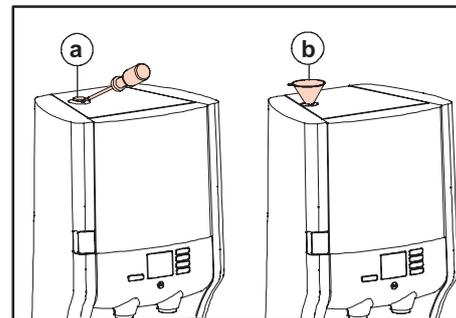

Fig. 81 Capuchon/entonnoir de l'orifice de détartrage
20. À l'aide d'un adaptateur, retirez le capuchon de l'orifice de détartrage (fig. 81 a).
21. Placez l'entonnoir fourni dans l'orifice (fig. 81 b).